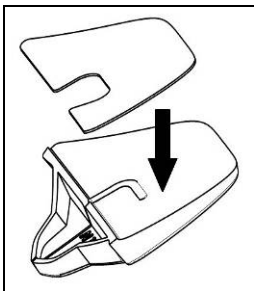

Fig. 3
- Breng de bijgeleverde dubbelklever aan op de geselecteerde plastic adapter (Fig. 3);